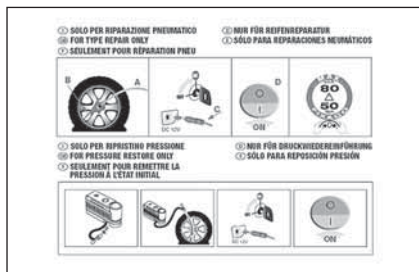

fig. 4
- pieghevole informativo **fig. 4**, utilizzato per un pronto uso corretto del kit di riparazione rapida e successivamente consegnato al personale che dovrà maneggiare il pneumatico trattato;